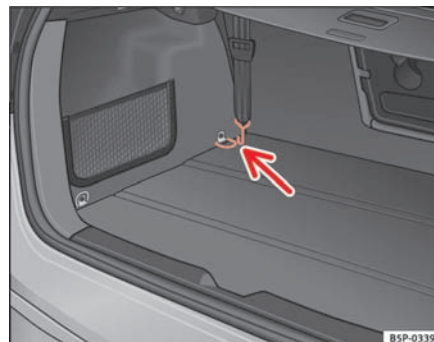

Fig. 127 Fastgørelsesøjer til fastspænding af bagagerumsnettet. ▶
- Fastgør båndene fra nettet i de forreste fastgørelsesøjer ⇒ side 150, fig. 127. ■